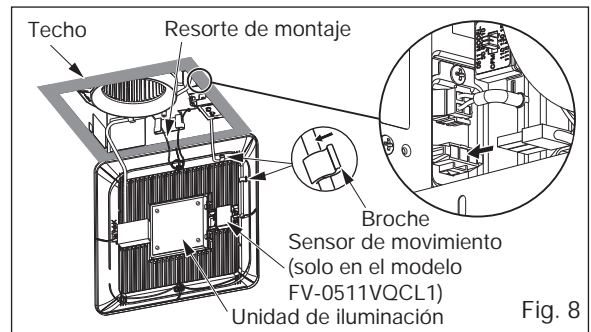

Fig. 8
10. Inserte el resorte de montaje de la parrilla del lado del cableado en la ranura e inserte el conector de enchufe en el compartimiento de la unidad de iluminación. (Fig. 8)
11. Inserte el sensor de movimiento en la parrilla y dirija el cable como se muestra. (Fig. 8)